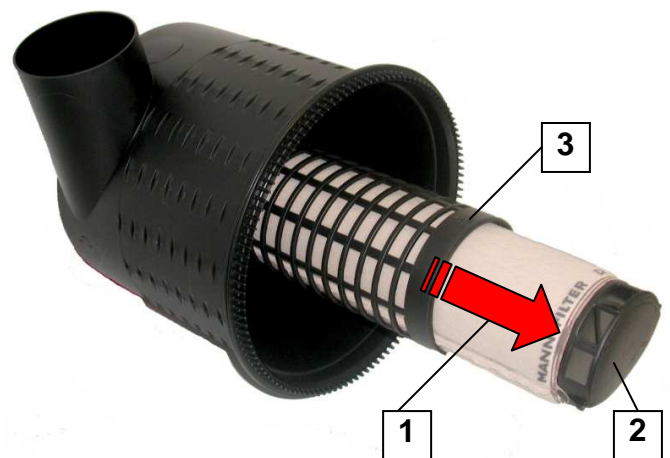

Bild 10 Sekundärelement (Ausführung A) entnehmen
- Sekundärelement (1) an der Griffmulde (2) anfassen und aus innerem gehäusefesten Stützrohr (3) ziehen (siehe Bild 10).